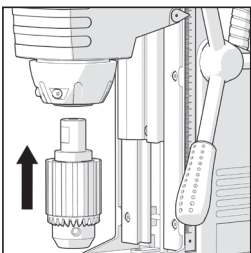

Fig. 11
- Wyrównać dwie płaskie powierzchnie na adapterze uchwytu względem śrub dociskających we wrzecionie. **(Rys. 11)**